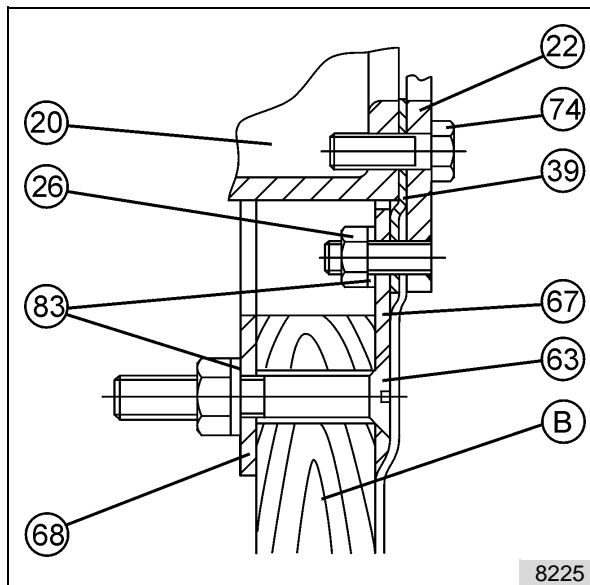

Fig. 18: Detalle de la Fig. 17
N Detalle en la Fig. 18
Montar el conjunto de montaje (92) en el anillo de apriete (22) con los tornillos (74). Vea también detalle "N" en Fig.18.